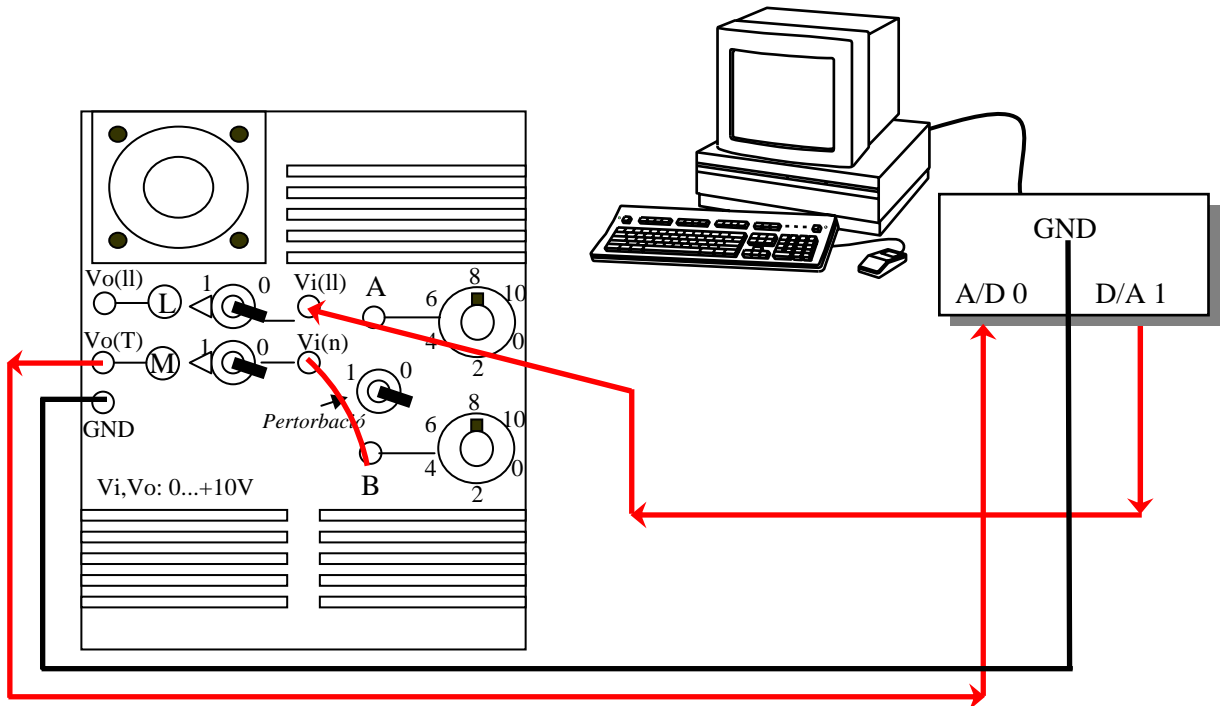

Figura 7 Connexions del procés amb la tarja d'adquisició
- a) Connecteu a l'entrada del procés de temperatura un graó de 3.5V i també una entrada de 10V al ventilador per tal d'accelerar el procés de temperatura (Figura 7). Adquiriu la resposta amb el **programa pantalla**, tot posant un temps de mostreig de $T_S=5$ segons i que voleu fer l'adquisició en **llaç obert**. Abans de començar l'adquisició del senyal, seleccioneu l'opció **guardar les dades en un fitxer**, per poder fer-ne la seva visualització més tard. El procés aquest tarda uns minuts, ja que és força lent.